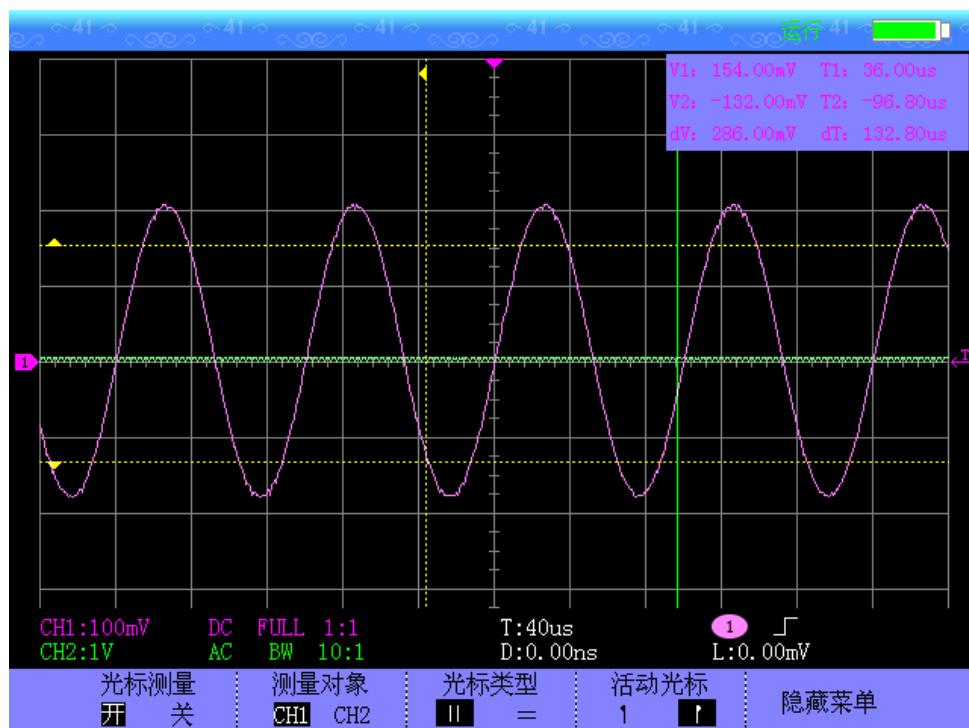

图 3.33 光标测量示意图
- 3) 按【F2】键或使用鼠标/触摸笔点击选择测量对象：[CH1]、[CH2]。选中测量对象，打开光标测量开关后，屏幕上方显示光标测量结果，如图 3.33 所示。